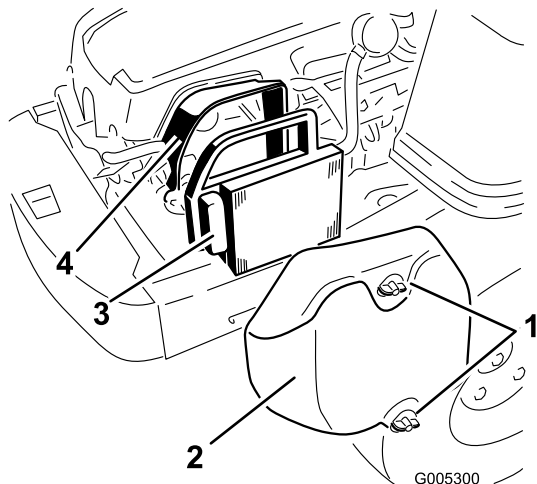

Figura 25
1. Retire la tapa del limpiador de aire (Figura 25).
2. Retire el elemento limpiador de aire con la junta de goma integral (Figura 25).
5. Instale el elemento del limpiador de aire con el lado plisado hacia fuera, y asiente la junta de goma en los bordes de la base del limpiador de aire (Figura 25).
6. Vuelva a instalar la tapa del limpiador de aire y fíjela con los dos pomos (Figura 25).